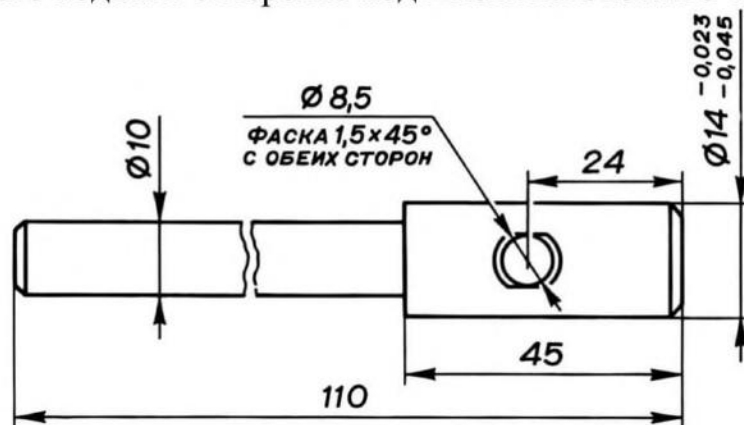

Рис. 3.21. Оправка для установки стопорного плунжера
- установить стопорные плунжеры 24 (см. рис. 3.4) (длина плунжера $L=11,6$ мм) механизма блокировки в пластину между отверстиями под штоки переключения передач; для удобства целесообразно использовать оправку (рис. 3.21), последовательно вставляя ее в отверстия под шток включения 5-й передачи и заднего хода и в отверстие под шток включения 3-й и 4-й передач;